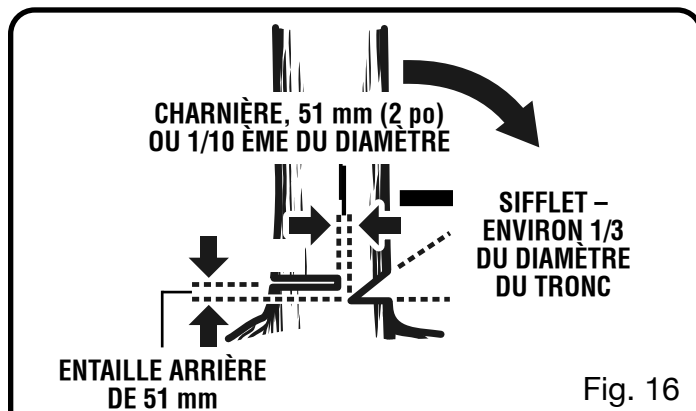

Fig. 16
- **Entaille de dessous.** Pratiquer une entaille d'environ le tiers du diamètre du tronc, perpendiculairement à la ligne de chute. Veiller à ce que les entailles du sifflet se rejoignent à angle droit par rapport à la ligne de chute. Le sifflet doit être taillé de façon à présenter une ligne droite. Pour empêcher le pincement de la scie sous le poids du bois, toujours effectuer l'entaille inférieure en premier. *Voir la figure 16.*
- **Entaille d'abattage.** L'entaille d'abattage doit toujours être de niveau et horizontale et effectuée à au moins 51 mm (2 po) au-dessus de l'entaille horizontale du sifflet. *Voir les figures 16 et 17.*
- Ne jamais couper jusqu'au sifflet. Toujours laisser une épaisseur de bois d'environ 51 mm (2 po) ou 1/10ème du diamètre du tronc entre l'entaille d'abattage et le sifflet. Ceci s'appelle une « charnière ». Cette charnière contrôle la chute de l'arbre et empêche le tronc de glisse, de pivoter ou de basculer sur la souche. *Voir les figures 16 et 17.*